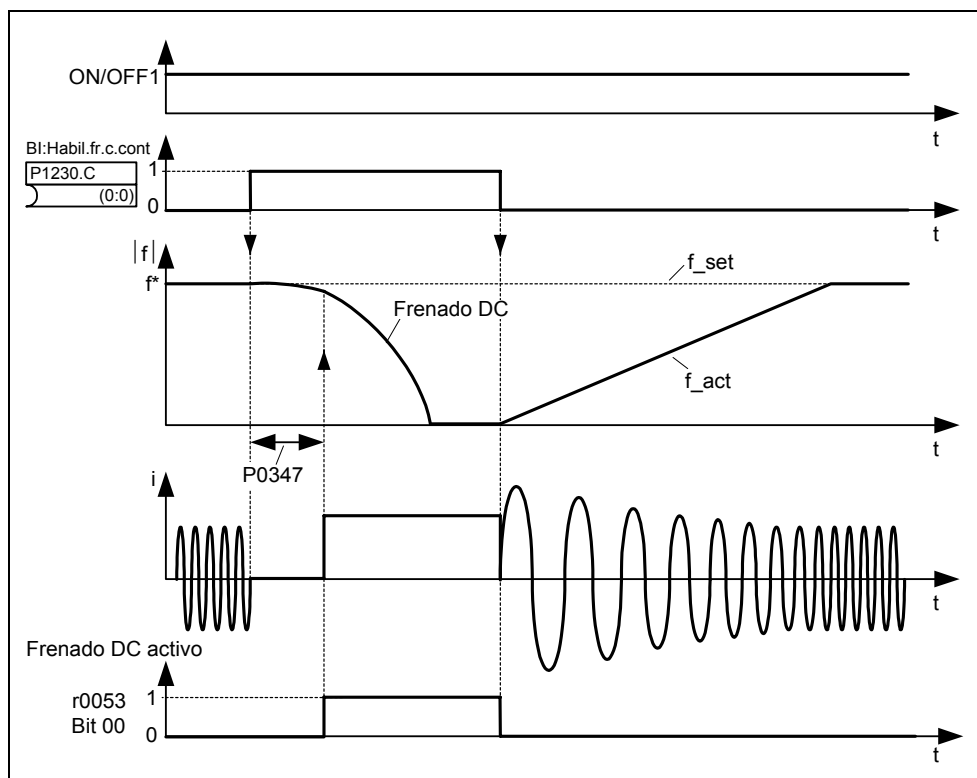

Figura 3-52 Freno por CC por selección externa
1. Habilitación y selección vía parámetro BICO P1230 (véase Figura 3-52).